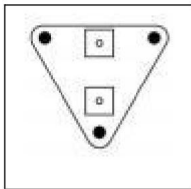

Fig. 1.
- 1). Utilisez les panneaux muraux (2) pour définir la position requise des ventilateurs. marquer trois Trous de montage, percez trois trous dans les emplacements marqués. S'assurer votre zone de montage est structurellement solide et exempte de toute obstruction. Voir le(Fig.1.)